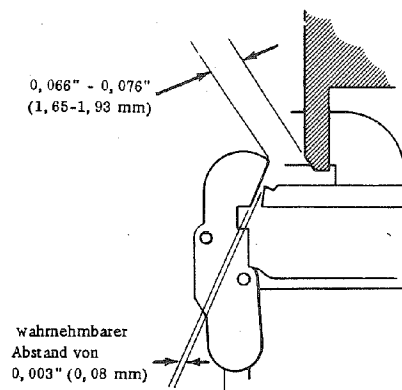

Abb. 8 Druckplatte am höchsten Punkt
- Exz. enterschraube am Nockenarm (operating arm) der Druckplatte (interposer bail) auf einen gerade wahrnehmbaren Abstand von $0,003''$ ($0,08\text{ mm}$) zwischen Schubklinken und Druckplatte justieren, wenn der Druckplattenarm auf dem niedrigen Teil der Nocke läuft (vergl. Abb. 8).